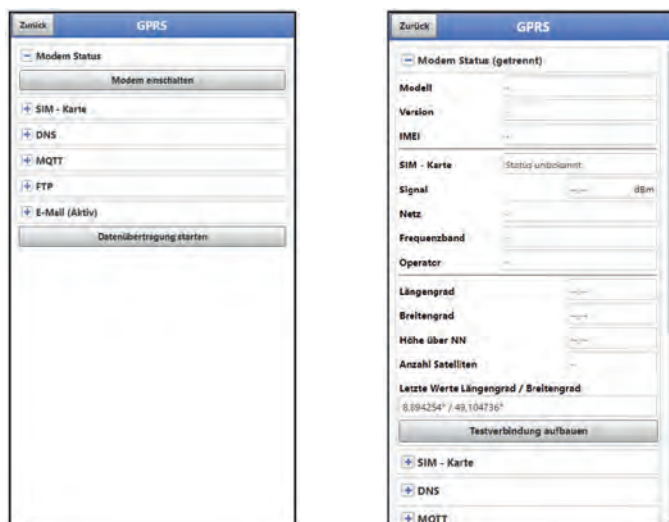

Abb. 42-3 Modem Status
2. So lange warten, bis die Suche des Geräts nach den GPS-Koordinaten (Breiten-/Längengrad) erfolgt ist und diese im Menü (siehe Abb. 42-3) eingetragen sind. Das kann durchaus einige Minuten dauern.